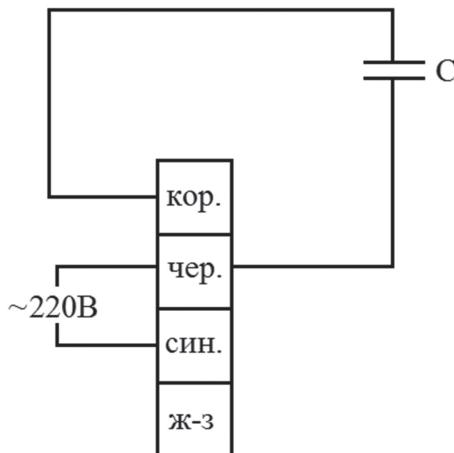

Рис. 2. Схема подключения вентиляторов ESQ BKK.
4.1.3. Подключение вентилятора осуществлять по схеме, приведенной на рис.2.